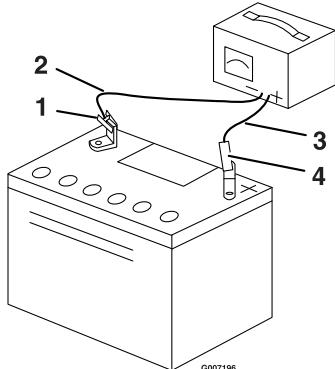

Figure 33
- Quand la batterie est chargée au maximum, débranchez le chargeur de la prise, puis débranchez les fils du chargeur des bornes de la batterie (Figure 33).